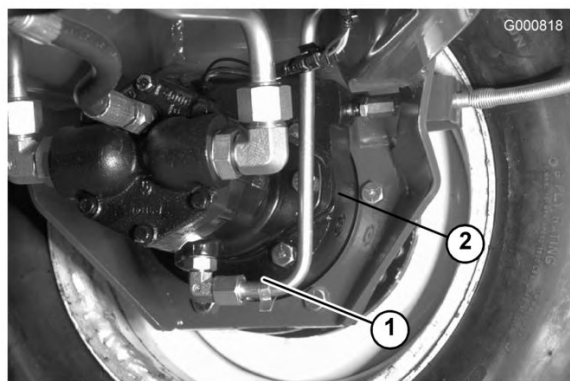

図 65
2. プラネタリ・ギアについているプラグ (図 64) と、ブレーキの裏側についているプラグ (図 65) を外す。